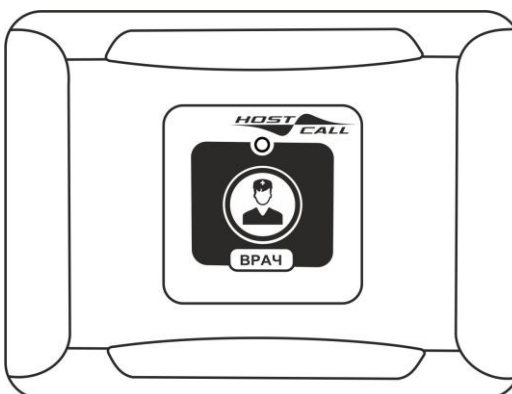

Рисунок 5.16. Цифровая радиокнопка вызова врача МР-414W3
3. Цифровая радиокнопка вызова врача МР-414W3 (рис.5.16).